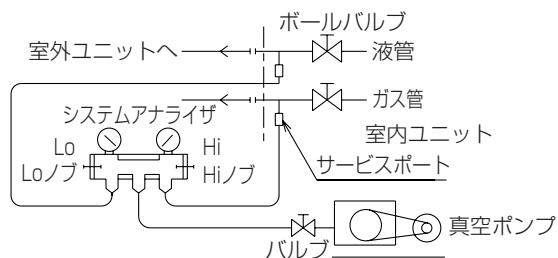

図2 真空引き方法
- 気密試験後、室内ユニットのサービスポート口より真空引きを行ってください。真空引きは、液管・ガス管共真空ポンプにて実施してください。(図2を参照してください。)